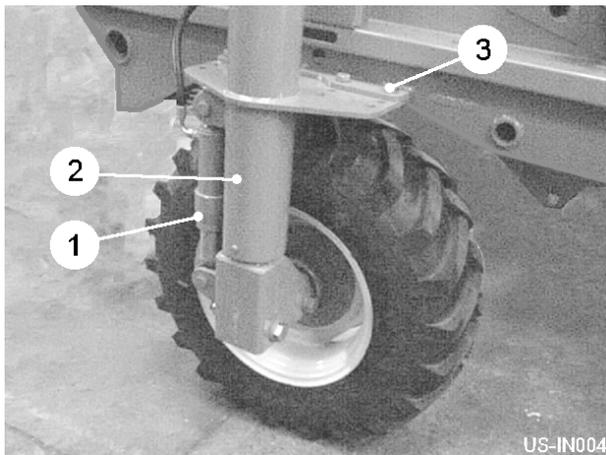
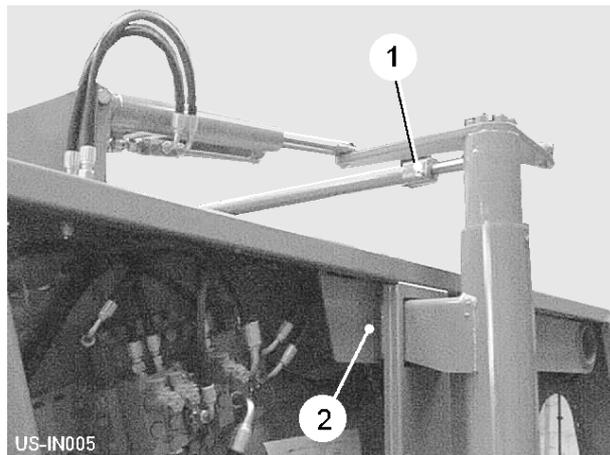

Fig 6
Fig 7
Le deux essieu les changements égaux opèrent le LH et RH qui nivellent des béliers (item 1, fig 6). Déplacer le changement à gauche baissera le LH machine latérale. Déplacer le changement à droite élèvera la machine.
Chaque roue est portée par un pilier de la jambe de la roue (item, fig 6) Les piliers ont une plaque du bourrelet supérieure et inférieure qui contient une série d'arranger des trous. Installer les piliers ou dehors ajuste la roue centre pour adapter à la largeur de lit sélectionnée. Les deux jambes de la roue doivent être mises au même trou place afin que les roues restent symétriques au sujet du centreline de la machine. Soulever le matériel doit être utilisé lorsque mettre les roues.
Diffusez la tringle de la piste qui ferme à clé le verrou (article 1, figure 7) et enlevez les verrous de l'installation de la plaque du bourrelet (item 3, fig 6 & item 2, fig 7). Utilisant matériel du levage, avec soin glissez le pilier de la jambe à la place exigée. Radoubez les verrous de l'installation (item 3, fig 6 & item 2, fig 7) à travers le trou pertinent dans les plaques du bourrelet. Répétez la procédure pour la roue opposée. Finalement, mettez la tringle de la piste à la longueur correcte et utiliser sûr le verrou fermant à clé. Assurez toutes les noix et verrous sont complètement serrés après que les ajustements aient été complétés.